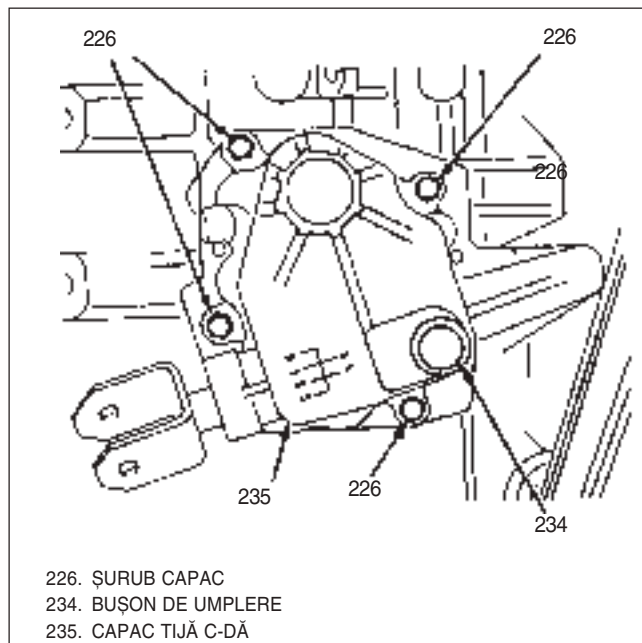
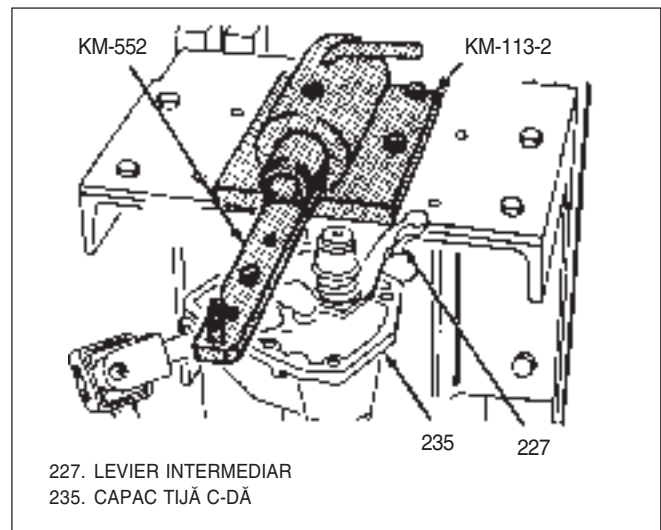

Fig. 1 Capac tijă comandă
Fig. 2 Fixare capac tijă c-dă
Vederile principale ale cutiei de viteze dezasamblată apar la paginile 4-8, Fig 1 până la 5.
↔ Demontare sau deconectare(Fig 1 ÷ 19,21 și 28)
- 1) Bușon de umplere(234) de pe capac(235), Fig 1.
- 2) Șuruburi(226) de pe capac(235).
- Capac tijă c-dă(235) de pe carcasă(1).
- 3) Se fixează capacul(235) pe disp. de fixare KM-552.
- Se poziționează KM-552 pe KM-113-2, Fig 2.